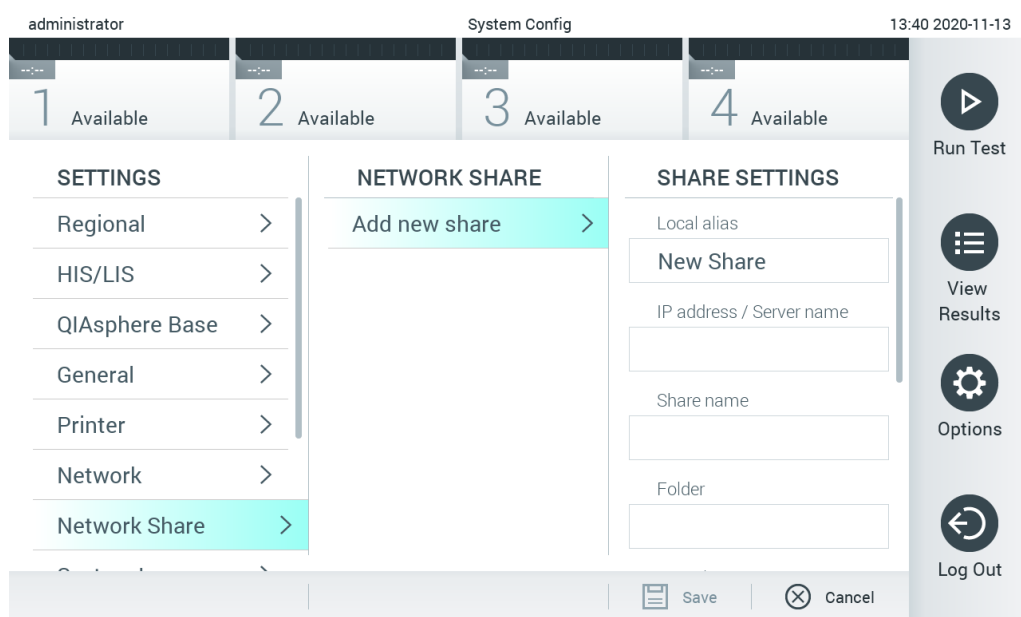

Bild 76. Lägga till en nätverksresurs.
3. Tryck på knappen Add new share (Lägg till ny resurs) (bild 76)